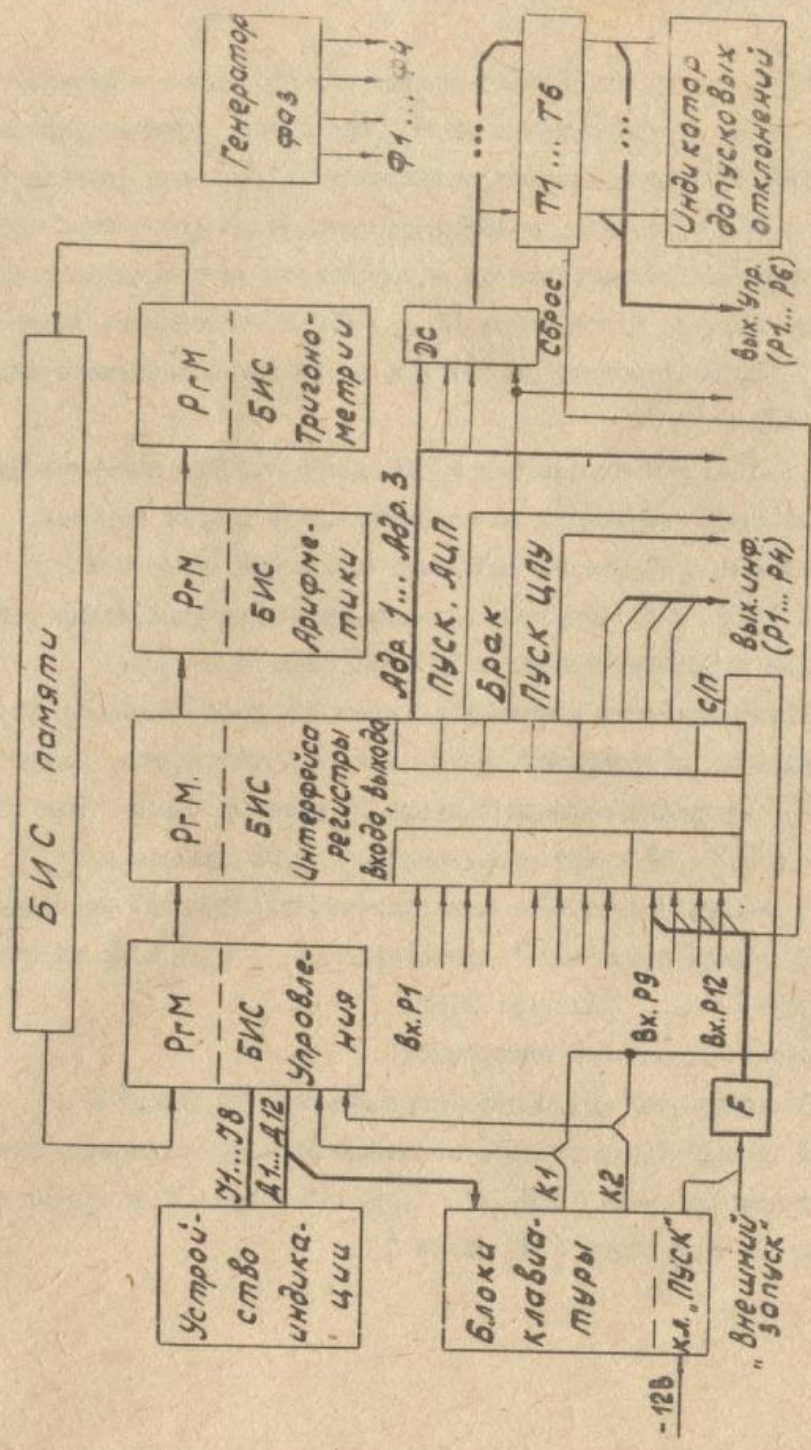

Рис. 5.1.
### 5.1.2. Структурная схема (рис. 5.1)
5.1.2.6. Схема контроля допусковых отклонений предназначена для фиксации отклонений входной информации при допусковом контроле (см. рис. 5.1). Схема состоит из дешифратора ДС, элементов памяти на триггерах Т1 ... Т6 и индикатора допусковых отклонений.